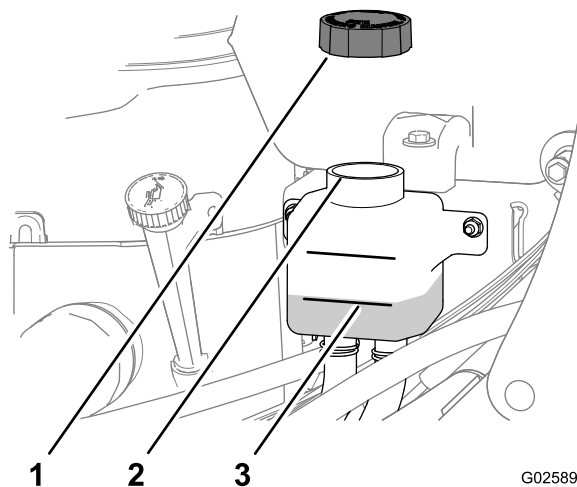

Figure 58
3. Enlevez le bouchon du vase d'expansion et contrôlez le niveau d'huile hydraulique à l'intérieur (Figure 58).
4. Au besoin, faites l'appoint d'huile de transmission spécifiée jusqu'à ce que le niveau atteigne le repère maximum à froid sur le vase d'expansion (Figure 58).